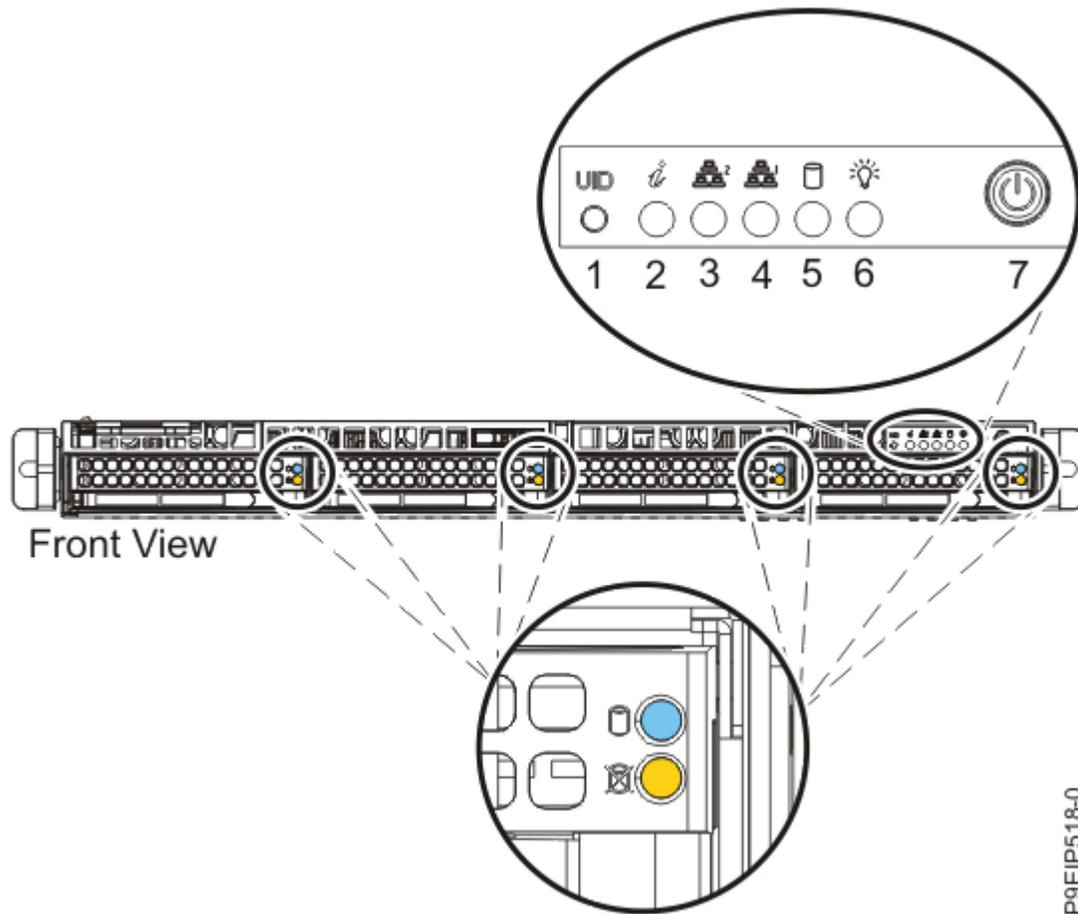

Figura 68. Interruptor de alimentación del sistema 7063-CR1
2. Pulse el botón de encendido (**7**) que se muestra en la Figura 68 en la página 85.